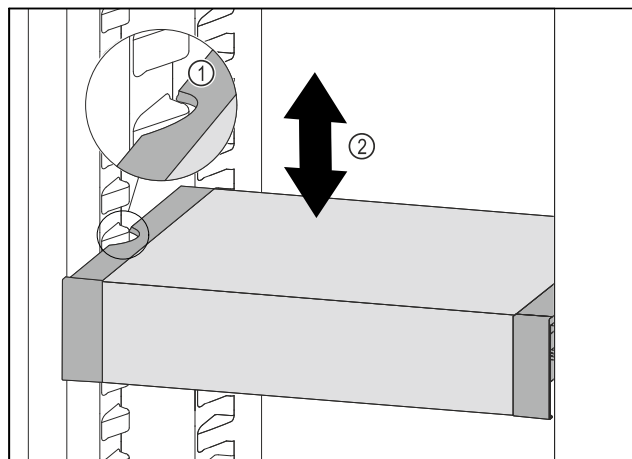

Fig. 108
- ▶ VarioSafe w chłodziarce przesunąć w górę lub w dół, aż zostanie osiągnięta żądana wysokość. Fig. 108 (2)